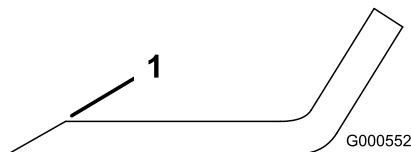

Figura 58
- Utilice una lima para afilar el filo de corte en ambos extremos de la cuchilla (Figura 58).
Nota: Si la cuchilla no está equilibrada, rebaje algo el metal en la parte de la vela solamente (Figura 58).